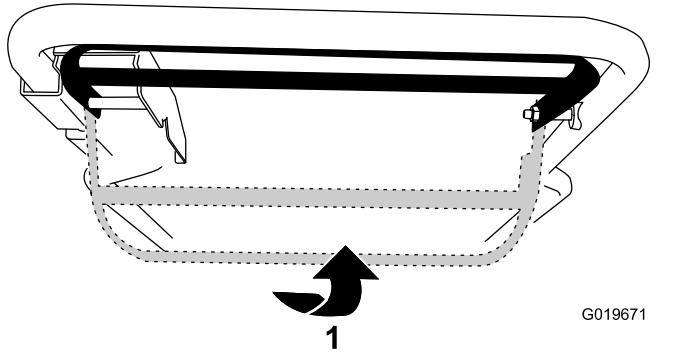

Figure 17
- **Pour utiliser l'autopropulsion sans engager la lame :** Relevez la barre de commande de la lame contre le guidon (Figure 17).